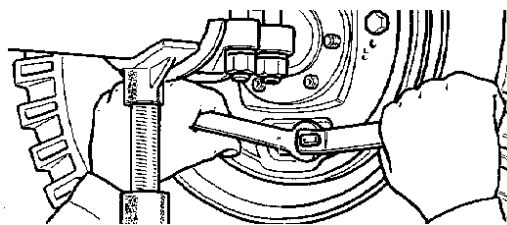

Рис. 13.10. Регулировка тормозных колодок заднего колеса опорными пальцами
3. Нажимая на педаль с постоянным усилием $120 - 150 \text{ Н}$ ($12 - 15 \text{ кгс}$), поверните опорные пальцы так, чтобы концы колодок со стороны пальцев упирались в тормозной барабан (рис. 13.10). Момент соприкосновения колодок с барабаном определите по увеличению сопротивления при поворачивании опорного пальца. В этом положении затяните гайки опорных пальцев, следя за тем, чтобы при этом не повернулись пальцы. Момент затяжки гаек $43 - 61 \text{ Н} \cdot \text{м}$ ($4,3 - 6,1 \text{ кгс} \cdot \text{м}$).